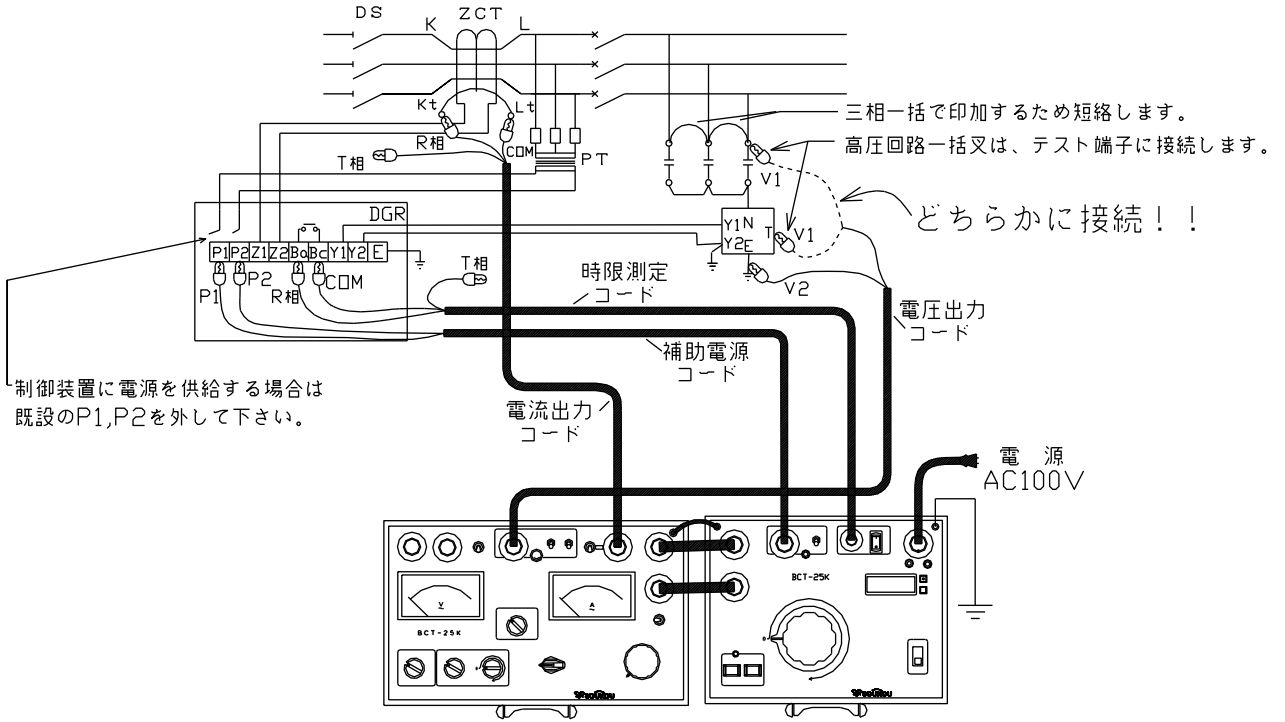

図16：試験回路図—電気室の単体試験（停電状態）
6. 以上のような点を注意し、試験回路を構成します。(図16,17)